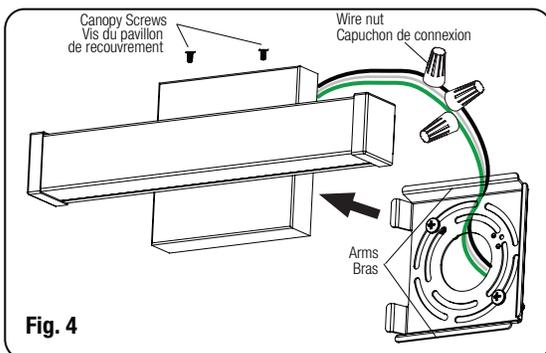
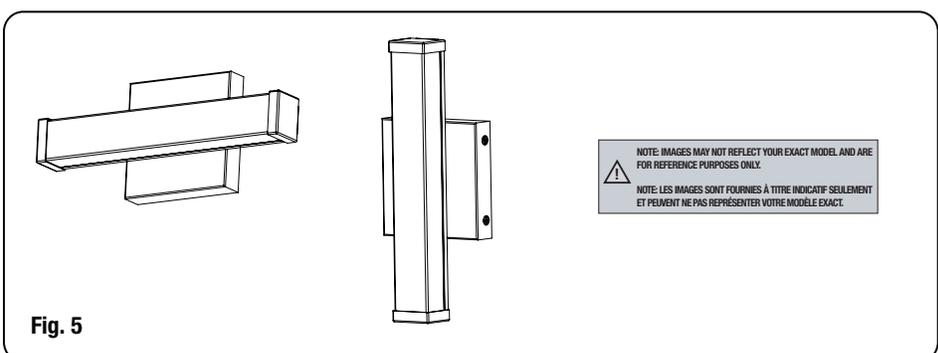

Fig. 4
Fig. 5
8. Position the luminaire over the junction box, pass the canopy over the arms from the mounting bracket (Fig. 4).
9. Secure the canopy and mounting bracket with the screws (Fig. 4, Fig. 5).
7. Faire les connexions électriques entre le luminaire et la source d'alimentation (voir CÂBLAGE ÉLECTRIQUE ci-dessous) (Fig. 4).
8. Positionner le luminaire par-dessus la boîte de jonction, passer la plaque de recouvrement par-dessus le bras du support de montage (Fig. 4).
9. Sécourir la plaque de recouvrement au support de montage en utilisant les vis (Fig. 4, Fig. 5).
ELECTRICAL WIRING (Fig. 4)
CÂBLAGE ÉLECTRIQUE (Fig. 4)